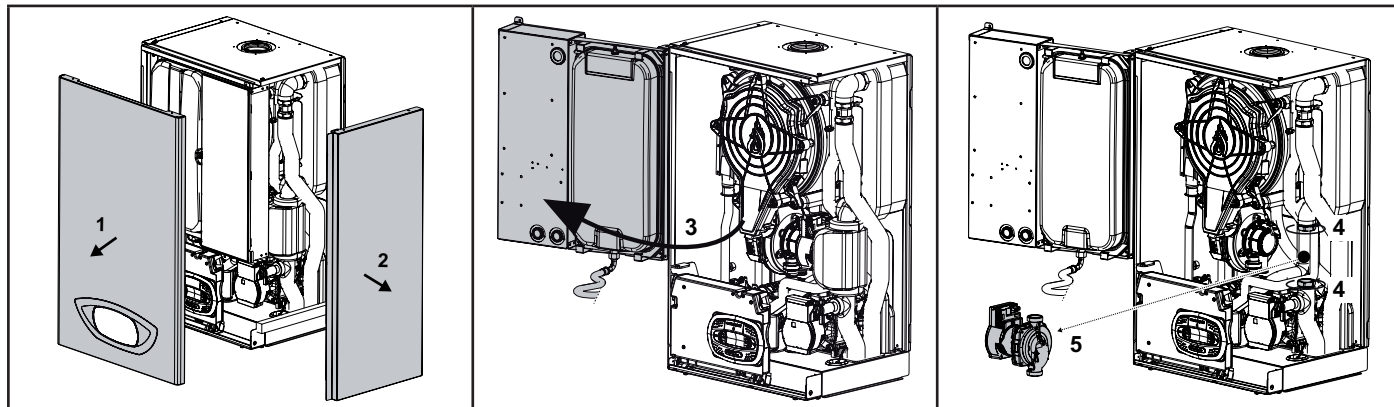

fig. 182 - Sostituzione/manutenzione circolatore della pompa di calore
- Svitare i bocchettoni ("4" di fig. 182.) e togliere il circolatore ("5" di fig. 182.)